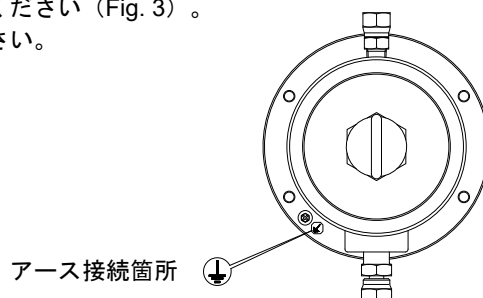

Fig. 3
- 1) ポンプを設置するときには必ず指定箇所からアースを接続してください（Fig. 3）。